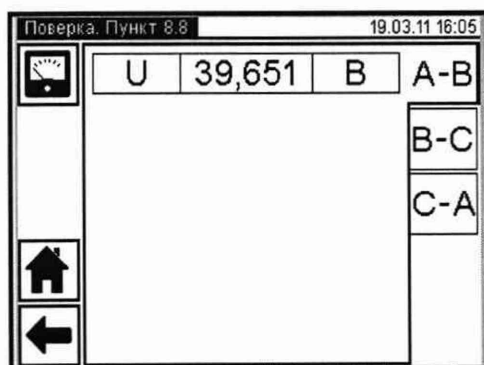

Рисунок 15
8.8.5 Выполните измерение междуфазных напряжений, нажав на кнопку  в окне "Поверка. Пункт 8.8", рисунок 15.